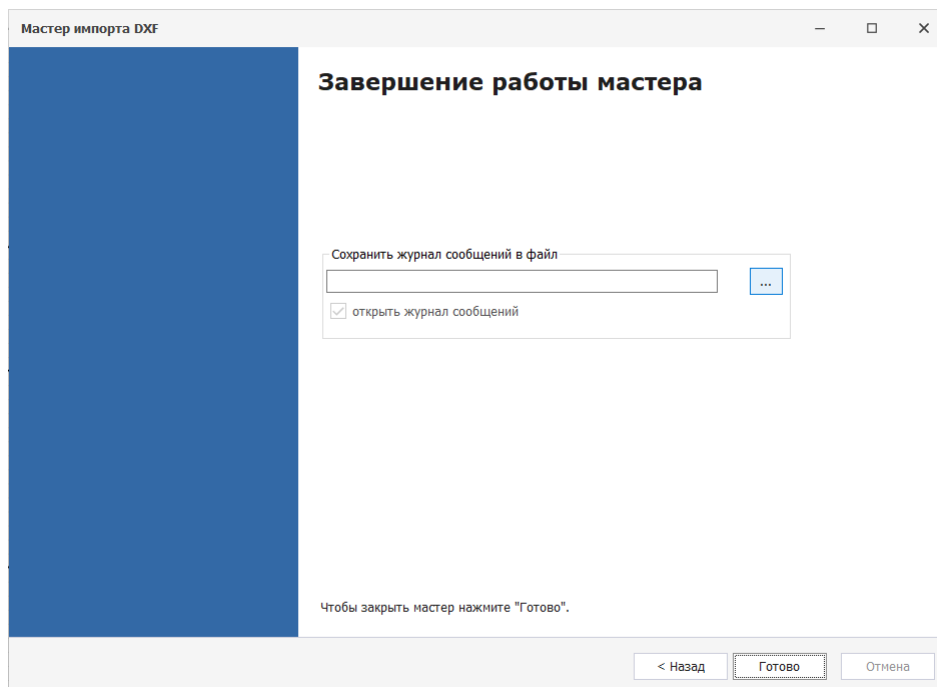

Рис. 47 Заключительное окно мастера импорта
7. В заключительном окне мастера импорта существует возможность создать и просмотреть журнал импорта в виде текстового файла. Для этого укажите место для сохранения и наименование файла с помощью кнопки  и установите флаг в поле «открыть журнал сообщений». Для завершения работы мастера импорта нажмите кнопку «Готово», см. Рис. 47.